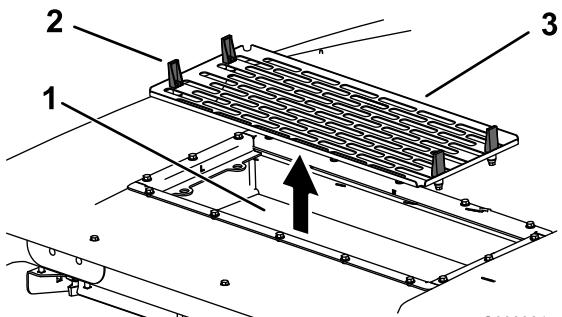

**Figura 115**
7. Instale os filtros de ar, painel e conjunto da ventoinha (Figura 114, Figura 115 e Figura 116).
8. Ligue o fio de cada uma das ventoinhas (Figura 115).